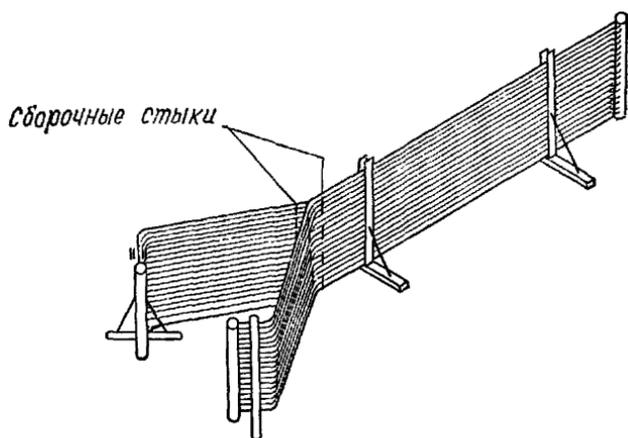

Рис. 6. Укрупнение блока двухсветного экрана
3. При укрупнении блоков двухцветных экранов Н. вр. и Расц. строк 3—6 умножить на 1,2 (см. рис. 6).